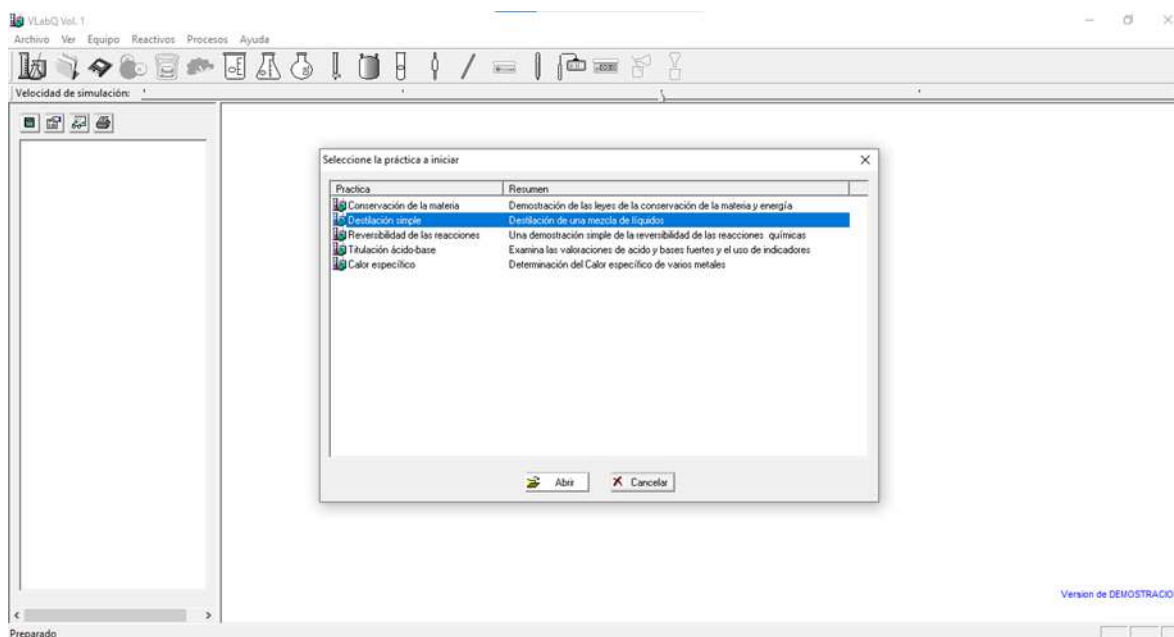

Figura 4. Selección de la práctica.
4. Elija **Destilación simple** y dé clic en **Abrir** (figura 4).